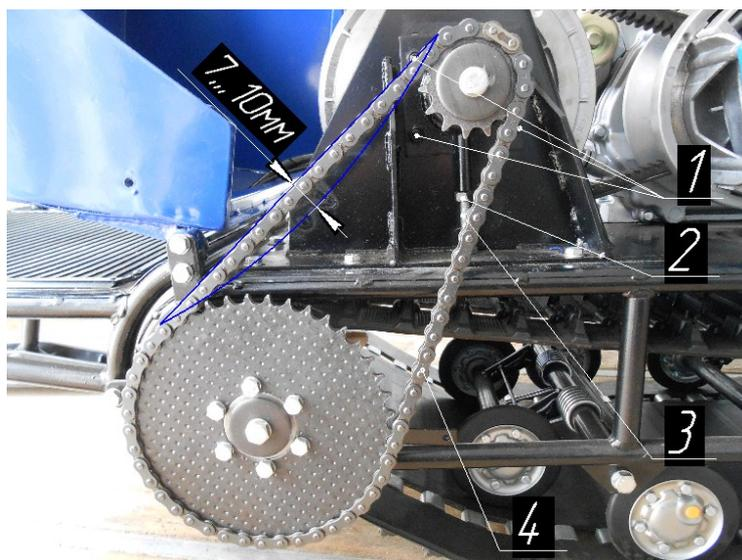

Рис.9. Проверка натяжения цепи привода промежуточного вала
- ослабить контргайку 2 регулировочного болта 3 (рис. 9);
- ослабить четыре гайки 1 (рис.9) крепления промежуточного вала;